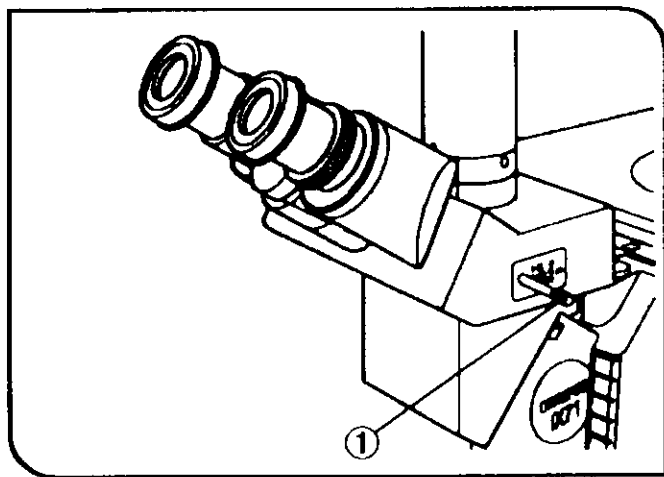

图 25
#### (5) 选择观察筒光路(仅适用于 U-TR30H) (图 25)